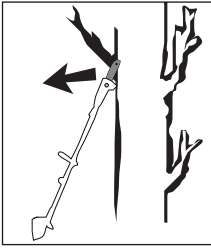

Fig. 2
- Un rebond peut survenir lorsque la pointe du rail de guidage 23 touche un objet ou lorsque le bois s'incurve et que la chaîne de scie 17 se bloque (voir fig. 2).